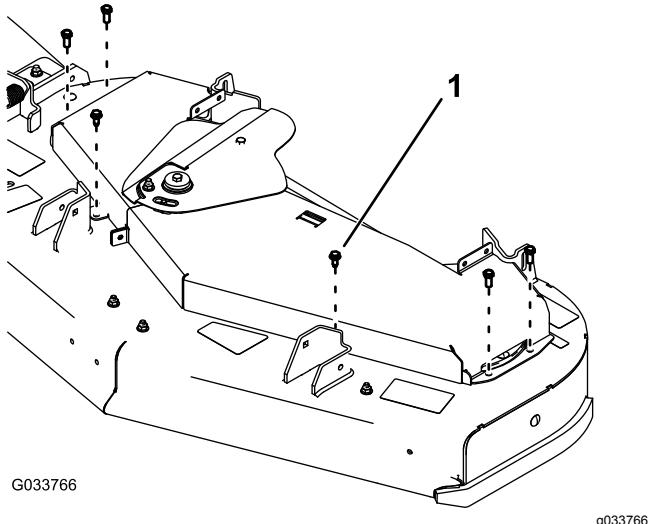

Bild 65
- Entfernen Sie die sechs Schrauben, die die Riemenabdeckungen mit dem Mähwerk verbinden und schieben Sie die Riemenabdeckungen unter der Abdeckung der Spannscheibe heraus (Bild 65).
- Befestigen Sie die Riemenabdeckungen mit sechs Schrauben (Bild 65).